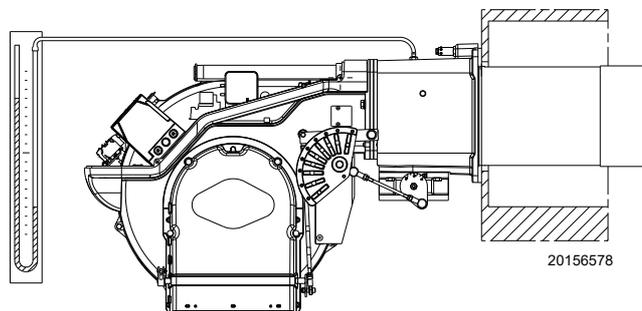

Fig. 34
- Monter un manomètre en U (Fig. 34) sur la prise de pression du gaz du manchon.
L'arrivée de gaz au manchon est mise en évidence sur le manomètre en U (Fig. 34, à la page 26). Une fois l'allumage réalisé, passer au réglage complet du brûleur.
À titre d'orientation, on peut le trouver dans le Tab. J, à la page 22, il suffit de lire la pression du gaz sur le manomètre en U, voir Fig. 34, à la page 26, et suivre les indications.